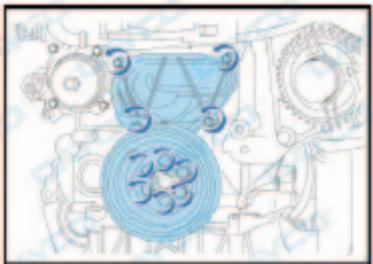

Fig. 1.7
- Quite la polea del eje del motor y el cárter de distribución (Fig. 1.7).